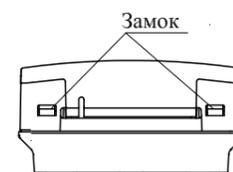

Рисунок 3
6.7 Для установки ИПР необходимо отсоединить корпус от основания, нажав отверткой на замки (рисунок 3). (При этом кнопка должна быть в отжатом состоянии).